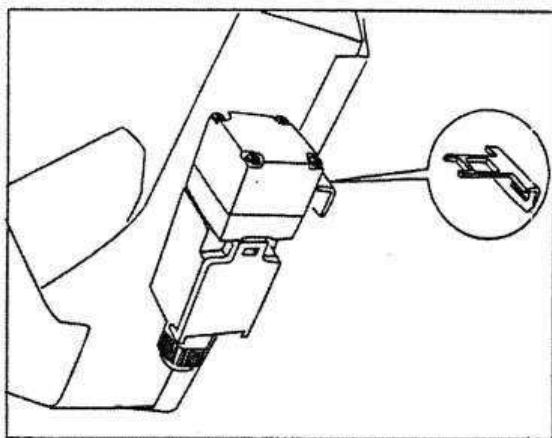

Fig. 8
6. Micro rupteur d'ouverture de protection (Fig. 8)
Si la protection de sécurité de volant n'est pas bien fermée, la machine ne peut pas fonctionner à cause du micro rupteur de sécurité. (1 Fig. 8)